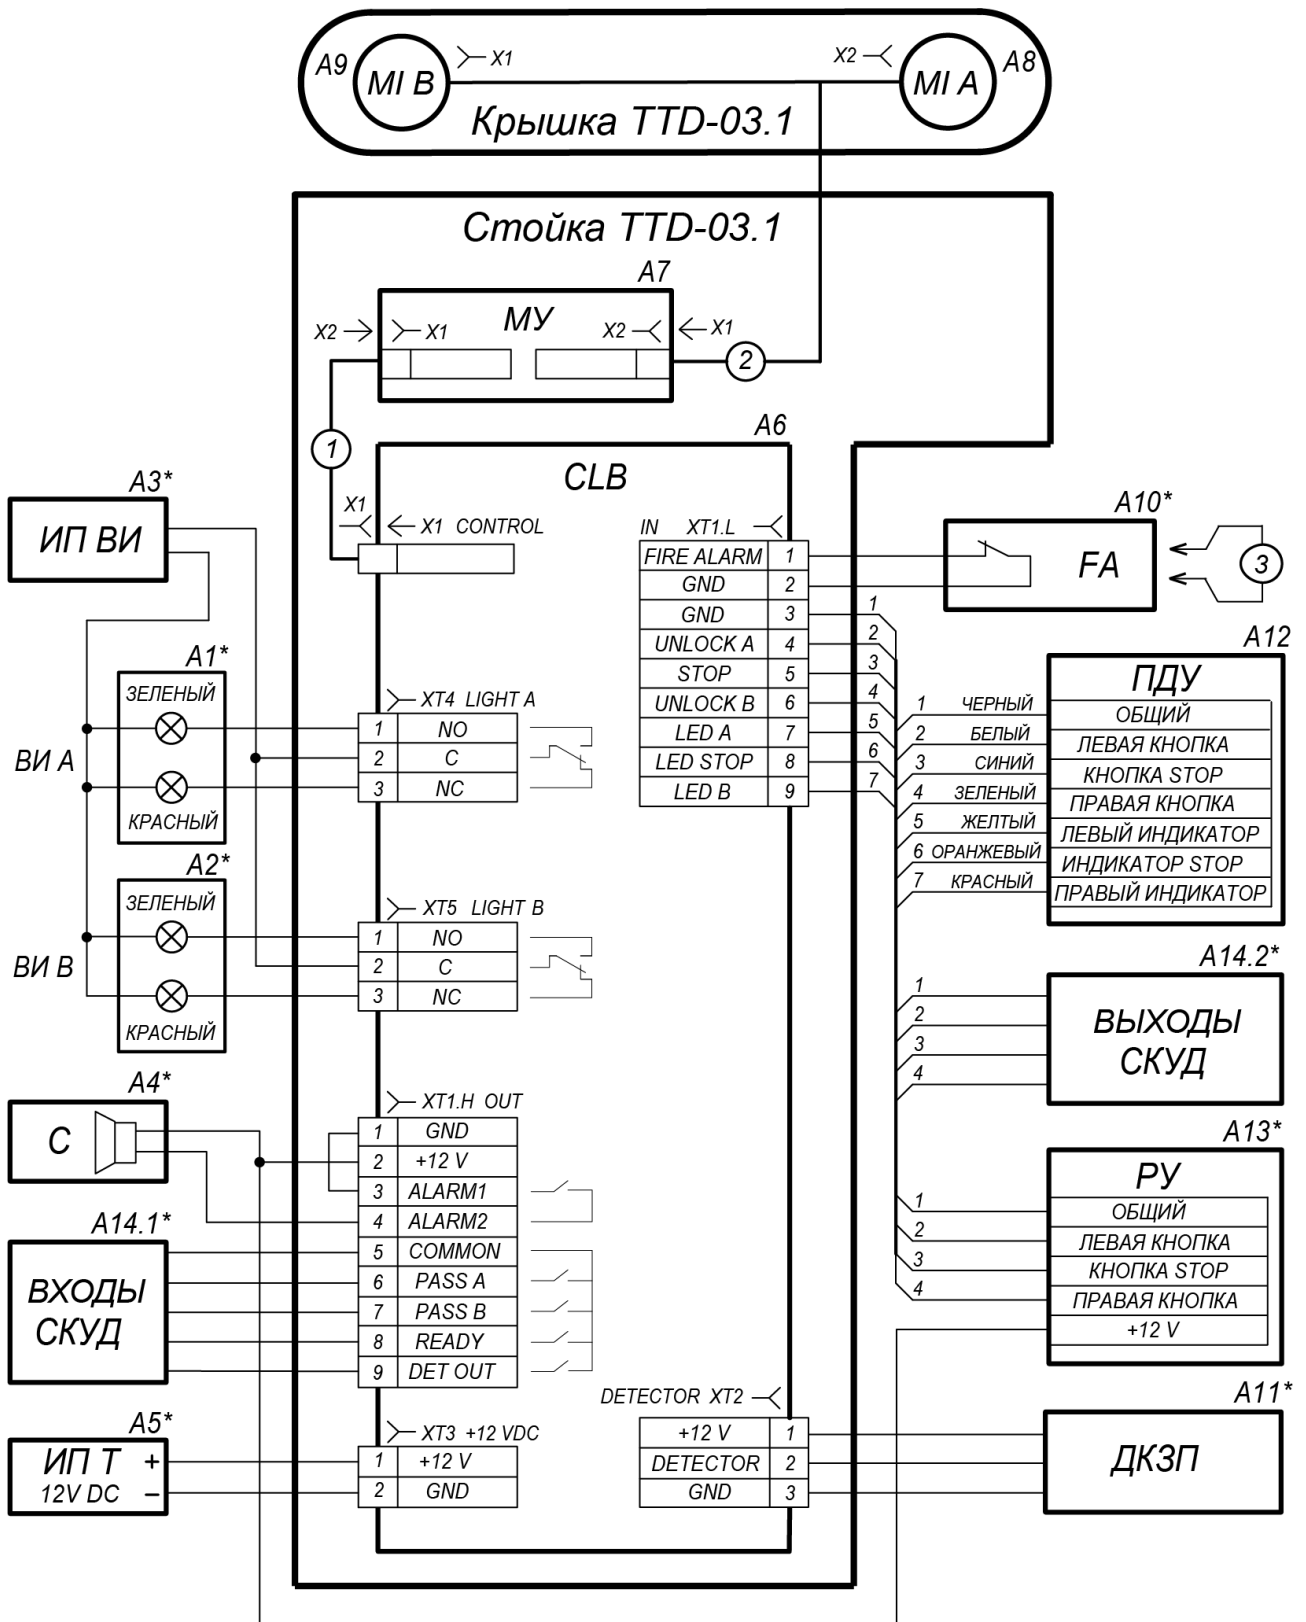

Рисунок 14. Схема электрическая соединений
Схема подключения турникета приведена на рис. 14. Расположение клеммных колодок на плате управления указано на рис. 4. Используемые при монтаже кабели указаны и их максимальная длина указаны в разд. 8.3. Рекомендации по подготовке установочной поверхности и организации зоны прохода приведены в разд. 8.1. При монтаже турникета придерживайтесь следующей последовательности действий:
- Все подключения к плате CLB выполняйте в соответствии со схемой электрических соединений (см. рис. 14). Прокладка кабелей внутри стойки турникета показана на рис. 12.
позиции А4, А6 – А9, А11 – см. рис. 14